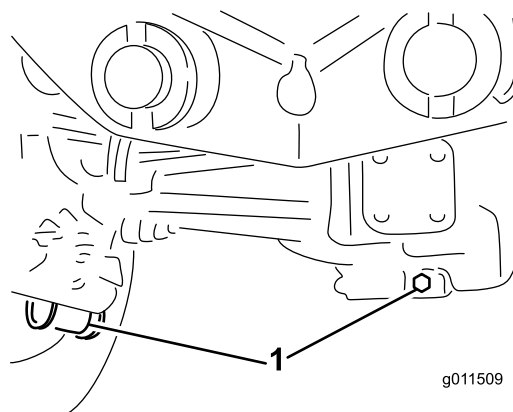

Figura 90
2. Pulite attorno ai tre tappi di spurgo, uno per lato ed uno in centro (Figura 90).